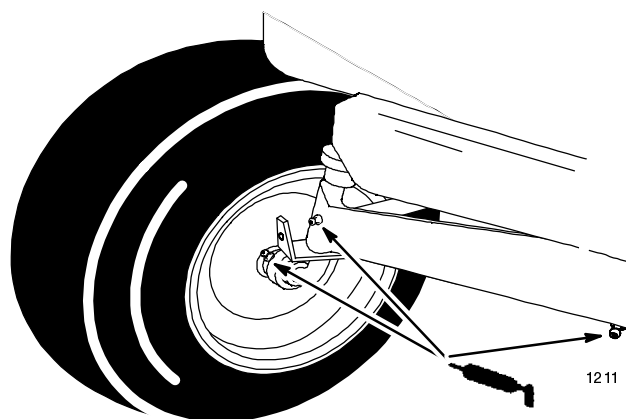

Figure 25
1. Graissez les roues avant et les fusées jusqu'à ce que la graisse commence à sortir des roulements (Fig. 25).
2. Graissez le pivot d'essieu avant (Fig. 25).